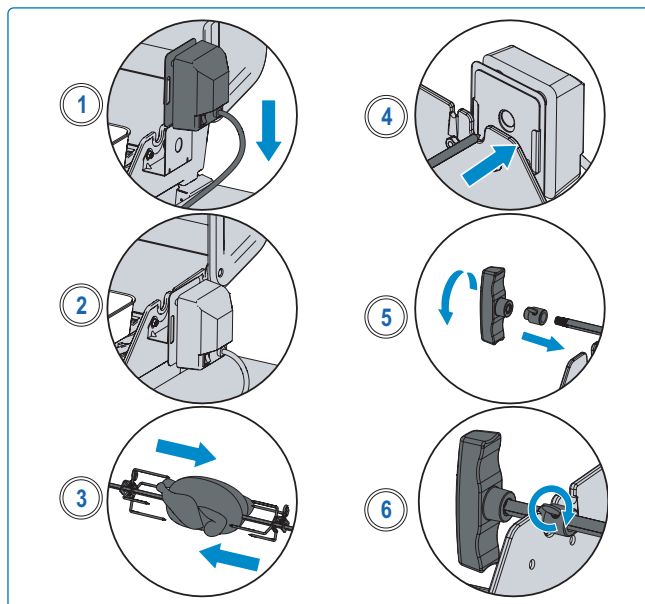

Fig. 18
5. Faites glisser la deuxième fourchette de la rôtissoire sur la broche et poussez-la dans le poulet jusqu'à ce que les 3 poulets soient bien serrés ensemble. Serrez (**Fig. 18**).